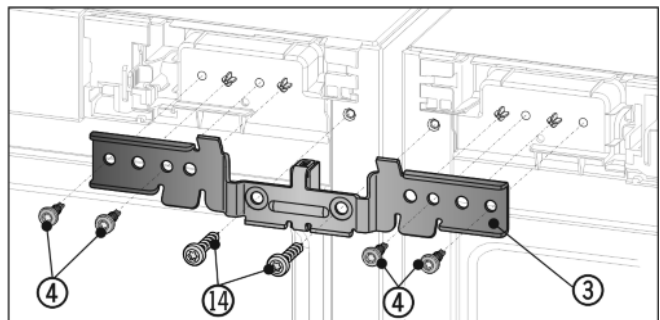

Fig. 7
- ▶ Всунути кут Fig. 7 (3) з дистанційною прокладкою між пристроями і на цапфу. Трохи прикрутити кут з допомогою чотирьох гвинтів Fig. 7 (4) та заздалегідь викручених гвинтів заземлення Fig. 7 (14) поперемінно зліва та справа.